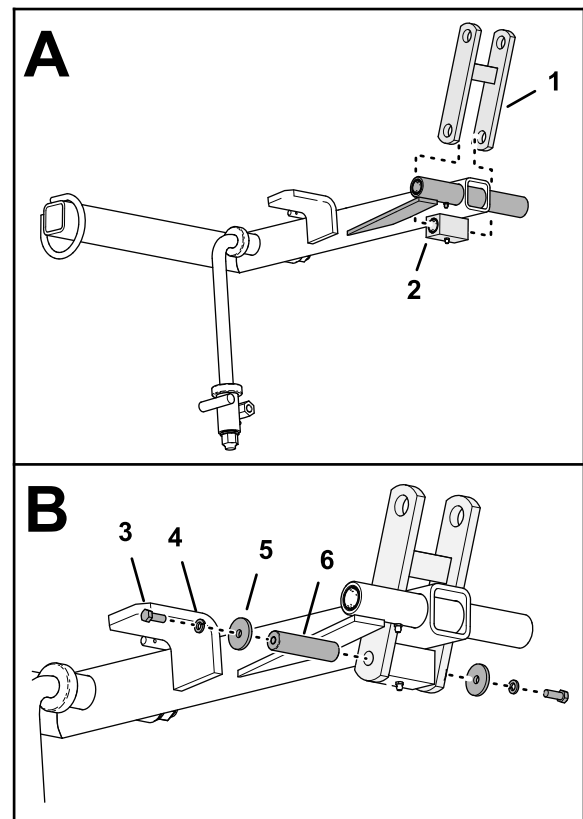

Figure 12
- Alignez les trous de la biellette sur les trous du manchon du bras de levage, comme montré à la Figure 12.
2. Insérez l'arbre de 25 mm x 102 mm (1 po x 4 po) dans les trous de la biellette et le manchon (Figure 12).
3. Fixez l'arbre dans la biellette (Figure 12) à l'aide de 2 vis ($\frac{3}{8}$ po x 1 po), 2 rondelles frein ($\frac{3}{8}$ po) et 2 rondelles ($\frac{3}{8}$ po x $1\frac{5}{8}$ po).